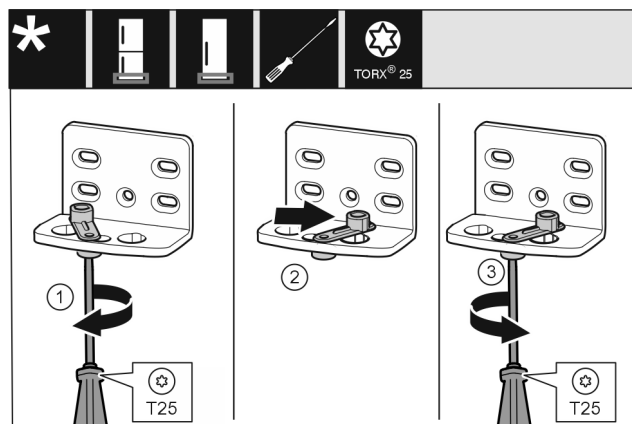

Fig. 13
- ▶ Открутите винт отверткой T25. Fig. 13 (1)
- ▶ Приподнимите фиксатор двери и поверните в отверстия на 90° направо. Fig. 13 (2)
- ▶ Затяните винт отверткой T25. Fig. 13 (3)